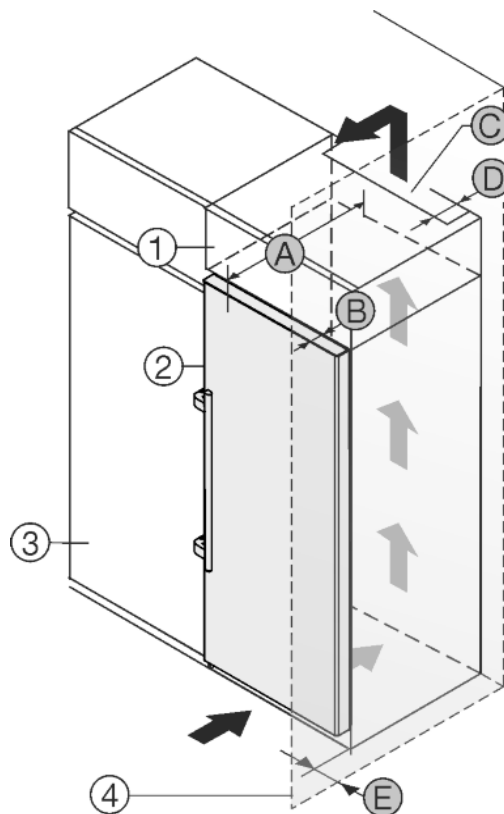

Fig. 25
Пристрій можна комбінувати з кухонними шафами. Для того, щоб пристрій *Fig. 25 (2)* вирівняти по висоті кухонної секції, на пристрій можна встановити антресольну секцію *Fig. 25 (1)*.
Пристрій можна встановлювати безпосередньо поряд з кухонною шафою *Fig. 25 (3)*. Для повного відкриття дверей пристрій повинен виступати на глибину *Fig. 25 (B)* відносно передньої панелі кухонної шафи. Залежно від глибини кухонних шаф та використання пристінних розпірок пристрій можна встановити так, щоб він виступав вперед.
- Задня сторона антресольної шафи повинна мати вентиляційний канал глибиною *Fig. 25 (D)* вздовж всієї ширини шафи.
- Під стелею приміщення слід дотримуватися поперечного перерізу вентиляційного відведення повітря *Fig. 25 (C)*.
Якщо пристрій з шарнірами встановлюється поряд зі стінкою *Fig. 25 (4)*, то між пристроєм та стінкою слід додержуватися відстані *Fig. 25 (E)*. Це відповідає виступу ручки при відкритих дверцятках.